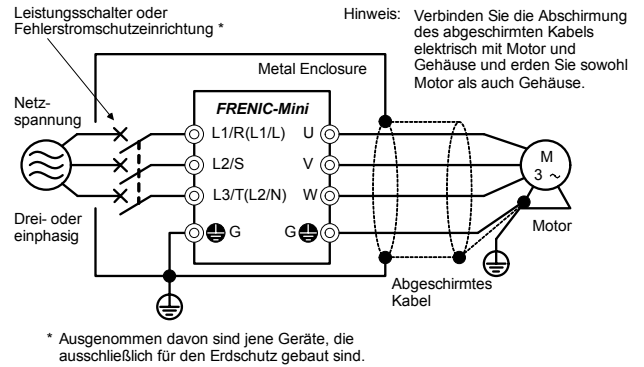

Bild 11-3-3 Einbau des Frequenzumrichters in ein Metallgehäuse
- 4) Wenn die vom Frequenzumrichter erzeugten Störsignale den zulässigen Pegel überschreiten, bauen Sie den Frequenzumrichter und dessen Peripheriegeräte wie in Bild 11-3-3 gezeigt in ein Metallgehäuse ein.